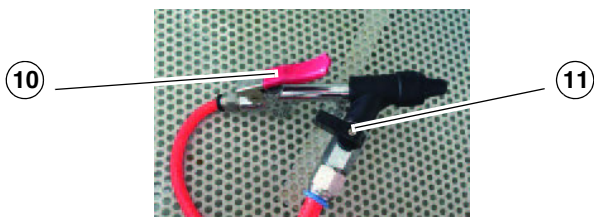

Abb. 3: Teilwaschgerät TWG 1 H
Schritt 1: Vor Inbetriebnahme füllen Sie den Tank mit mindestens 8 Liter Lösungsmittel. Die maximale Tankkapazität beträgt 14 Liter. Beachten Sie die Wasserstandsanzeige (Pos. 8, Abb. 3).
Schritt 2: Druckluftanschluss: Verbinden Sie den Schlauch des Luftkompressors mit dem Schnellanschluss an der Unterseite des Gehäuses (Pos. 5, Abb. 3). Stellen Sie den Luftdruck je nach Art der zu reinigenden Teile ein.